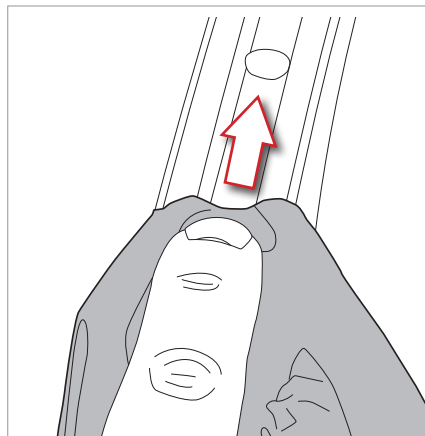

Abb.4
- Das Felgenband sorgfältig aufbringen und sicherstellen, dass es perfekt anhaftet, auch im Anfangsbereich des Bands, indem man mit den Fingern oder einem Werkzeug aus Kunststoff fest drückt, um eine perfekte Haftung zu gewährleisten (Abb.4). Gegebenenfalls das Anfangsstück des Bands, das nicht perfekt an der Felge haftet, abschneiden.